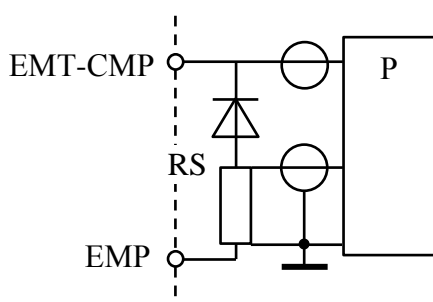
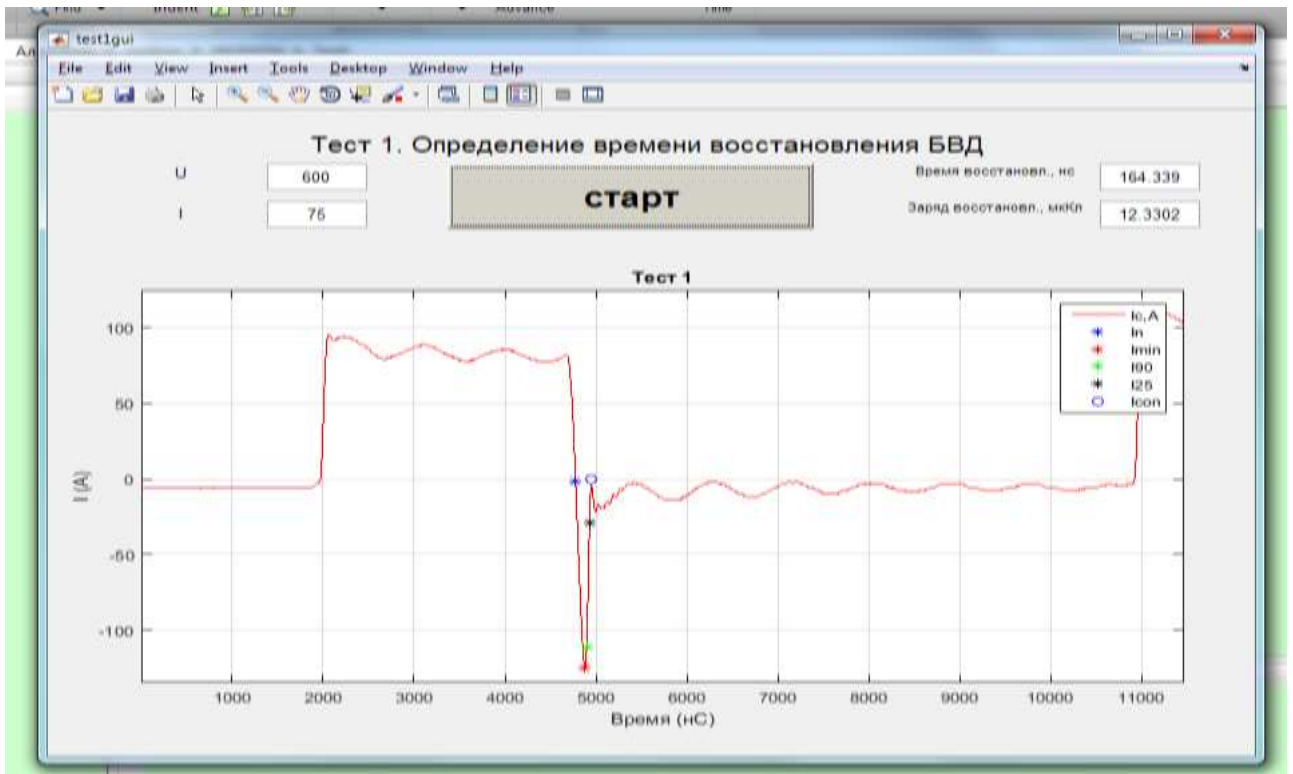

Рис. 6
Рис. 15
8.5. Калибровка напряжения источника **VS900** и задаваемого прямого тока I_F БВД проводится в режиме измерений по программе **Test1** (подразделы 9.4; 9.5) при включении в цепь токоизмерительного шунта R_S с нормированным сопротивлением и цифрового осциллографа **P** (рис. 6).
8.13. Проверка результата измерения тестером времени обратного восстановления БВД проводится по схеме рис. 6 в режиме измерений по программе **Test1** (подразделы 9.4; 9.5). По осциллограмме тока БВД, полученной с помощью образцового осциллографа, определяют время обратного восстановления (см. ТЗ, рис.3) и устанавливают соответствие этому значению результата измерения тестером (рис. 15).
По завершению процесса в окна с названиями «Время восстановления, нс» и «Заряд восстановления, мкКл», выведутся результаты измерения, а в центре окна появится график тока БВД (рис. 15).